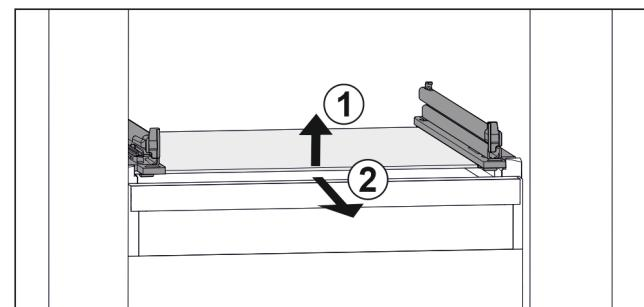

Fig. 114 Примерно изображение на стъклена плоча
- ▶ Повдигнете стъклена плоча отпред. Fig. 114 (1)
- ▶ Извадете стъклена плоча напред. Fig. 114 (2)